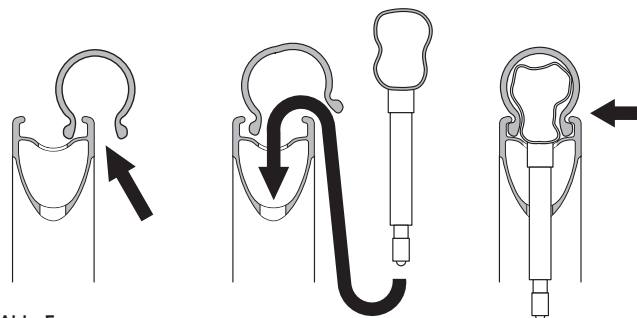

Abb. 5
- Eine Seite des Drahtreifens in den für ihn vorgesehene Sitz einführen (Abb. 5).